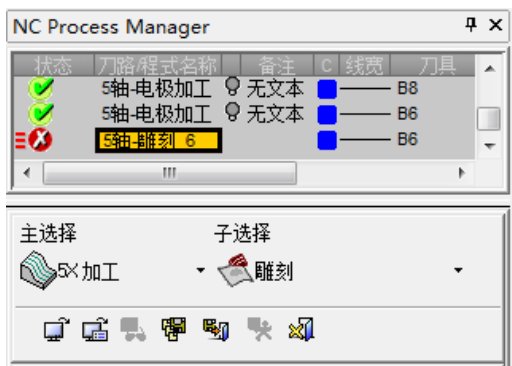

图 5-28 “NC Process Manager”对话框 (3)
1) 创建程序。单击“加工向导”工具栏上的“加工程序”按钮, 弹出“NC Process Manager”对话框 (3), “主选择”为“5X 加工”, “子选择”为“雕刻”, 如图 5-28 所示。